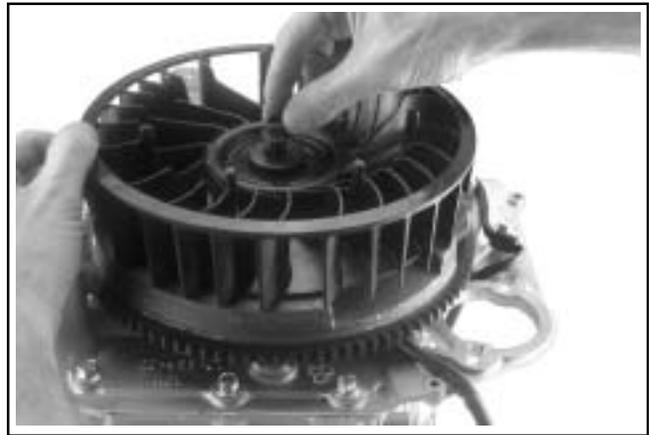

Figura 10-45. Installazione della ventola e fissaggio al volano.
4. Installare la piastra di montaggio della ventola sulla ventola, allineando le quattro aperture, quindi la rondella piana pesante e la vite esagonale. Vedere Figura 10-45.